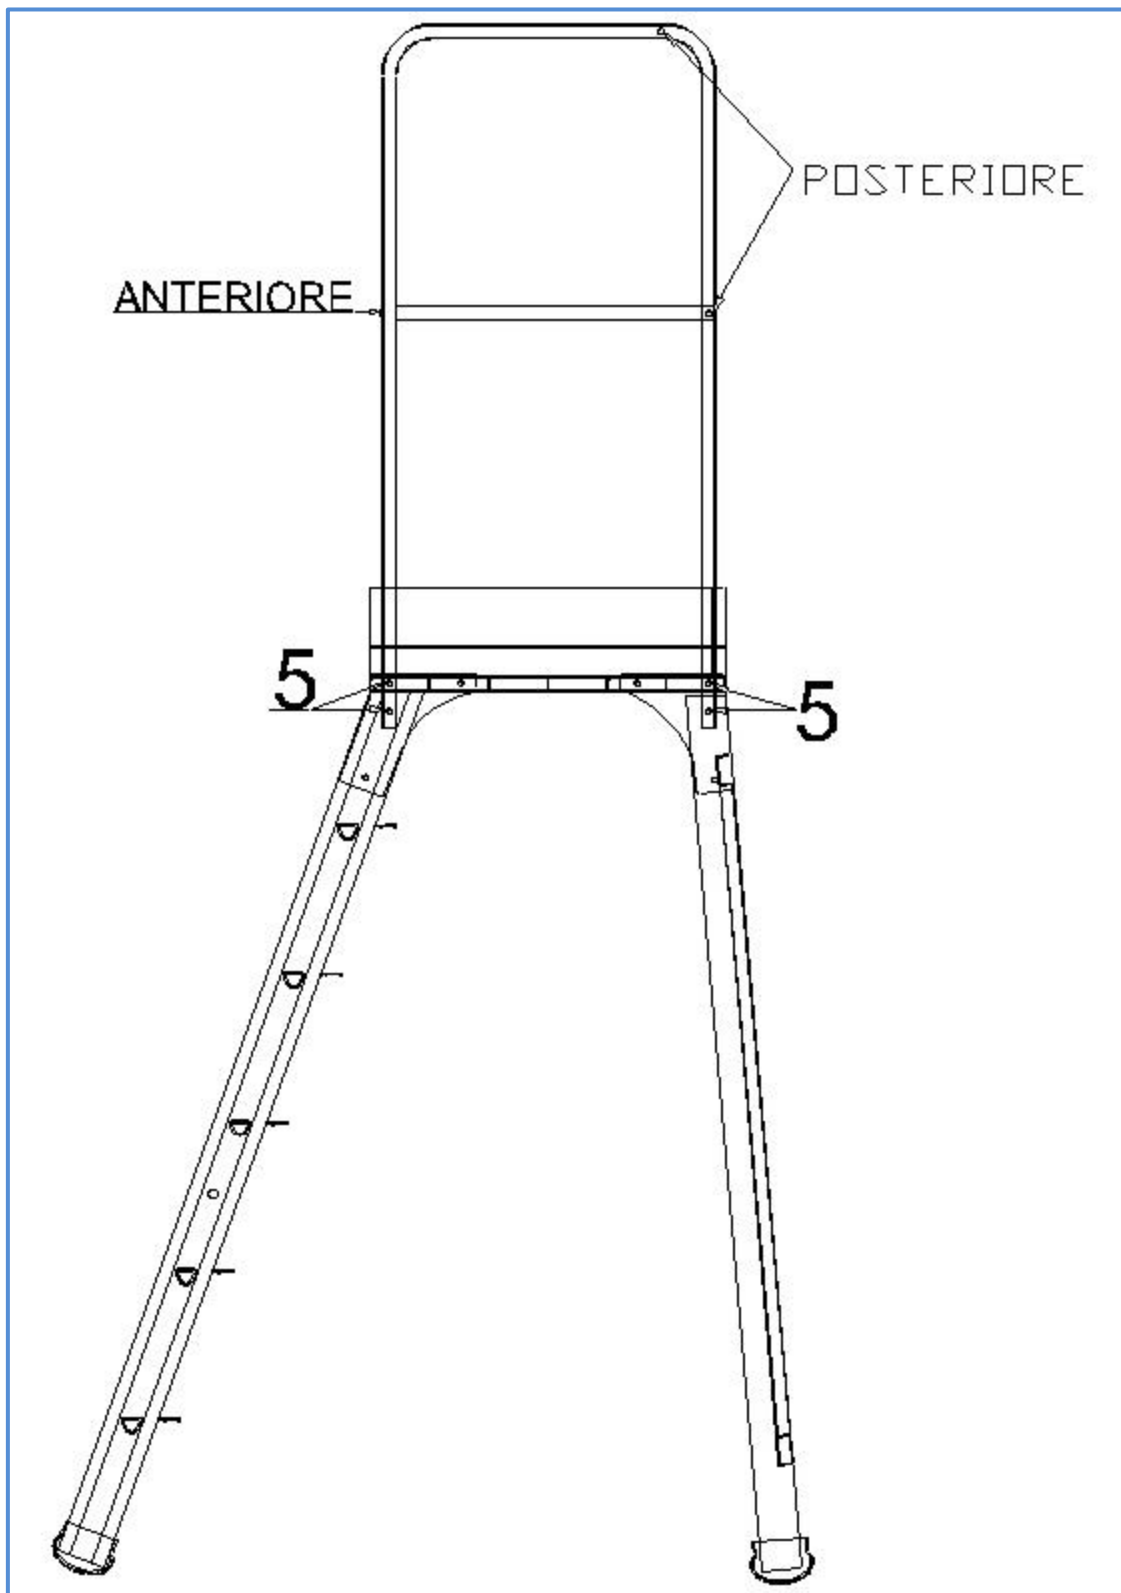

FIGURA 6
FASE 6: MONTARE IL CORRIMANO DELLA PEDANA COME INDICATO NELLA FIGURA 6, INSERIRE IN CORRISPONDENZA DEI FORI SEGNALATI CON FRECCIA (5), VITE BOMBATA M 8X45. AVVITARE SENZA STRINGERE A FONDO. RIPETERE L'OPERAZIONE DAI DUE LATI.